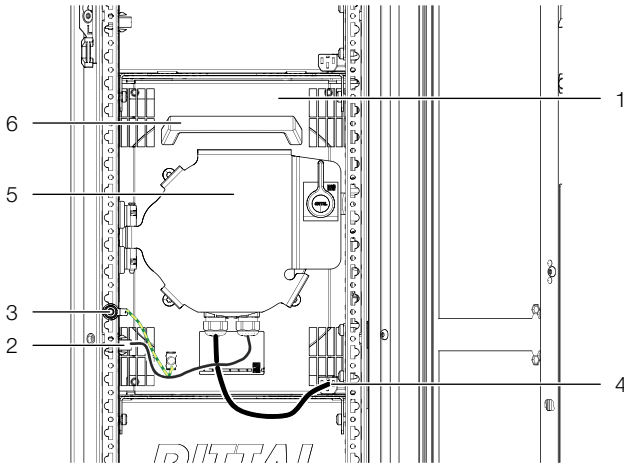

Fig. 47 : module de ventilation dans son logement
- À gauche et à droite détachez les deux fiches d'alimentation DC et AC du ventilateur (fig. 47, pos. 2 et 4).
- Détachez la mise à la masse du ventilateur (fig. 47, pos. 3).
Lors du raccordement, assurez-vous que les deux câbles du ventilateur ne sont pas trop proches l'un de l'autre et qu'ils ne sont pas parallèles sur une longue distance. La figure 47 montre une disposition optimale des câbles.